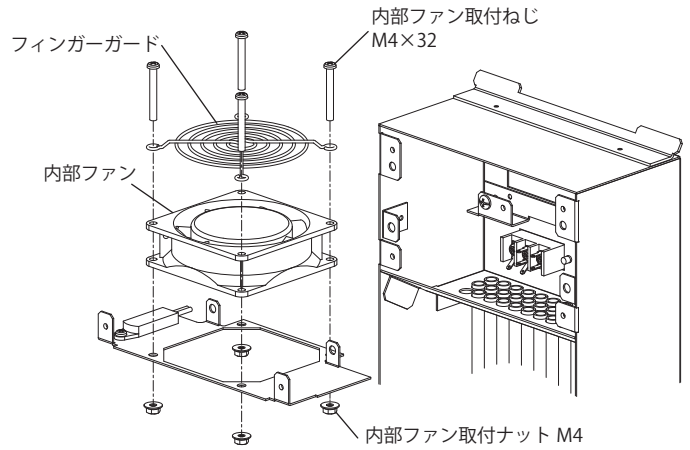

図 8
3. 内部ファン取付ねじ M4×32 (4カ所)、取付ナット M4 (4カ所)、フィンガードを取り外し、内部ファンを外してください。(図 8)